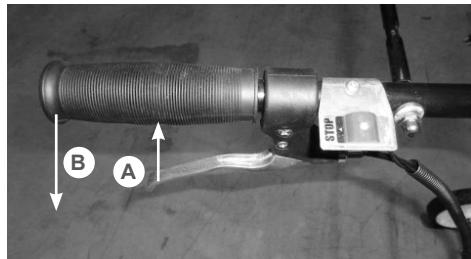

Рис. 13 Рычаг газа
6. Левой рукой нажмите и удерживайте рычаг газа в нажатом состоянии А (Рис. 13). Одновременно нажмите на рукоятку управления вниз В (Рис. 13) для того, чтобы фрезы мотокультиватора приподнялись над землей.